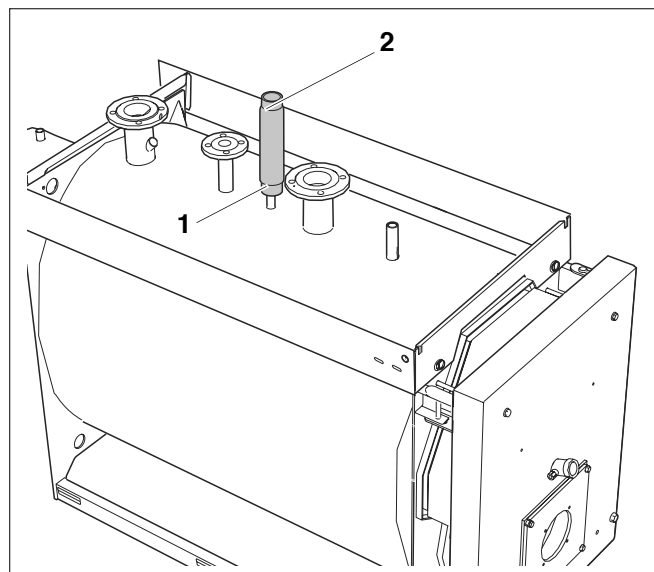

Fig. 16 Montarea dispozitivului de protecție la lipsa apei
- Montați etanș țeava pentru dispozitivul de protecție la lipsa apei (fig. 16, **poz. 2**) la racordul de 2" (fig. 16, **poz. 1**) al cazanului.
- Montați dispozitivul de protecție la lipsa apei (accesoriu) în țeava pentru protecția la lipsa apei (fig. 16, **poz. 2**).